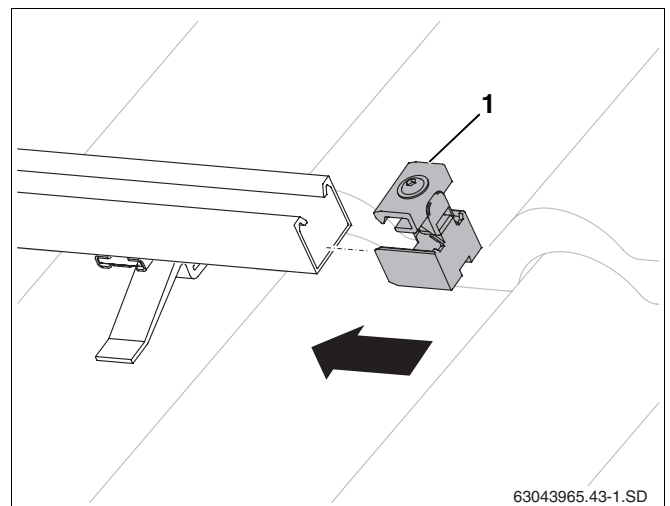

Fig. 41 Deslizar el tensor unilateral del colector
- ▶ Deslice el tensor unilateral del colector (fig. 41, **pos. 1**) en los perfiles guía del extremo derecho del campo de colectores hasta que encaje en el primer orificio ovalado del perfil guía.